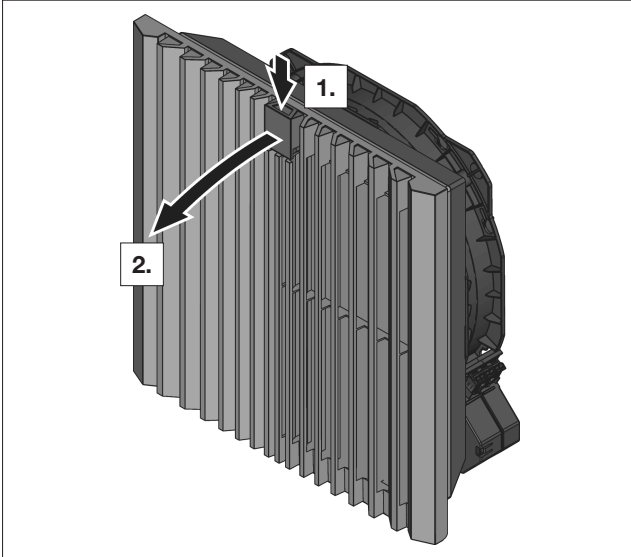

Abb. 22: Entriegeln des Lamellengitters
- Drücken Sie zum Entriegeln des Lamellengitters von oben auf das Funktionslogo (siehe Abb. 22).